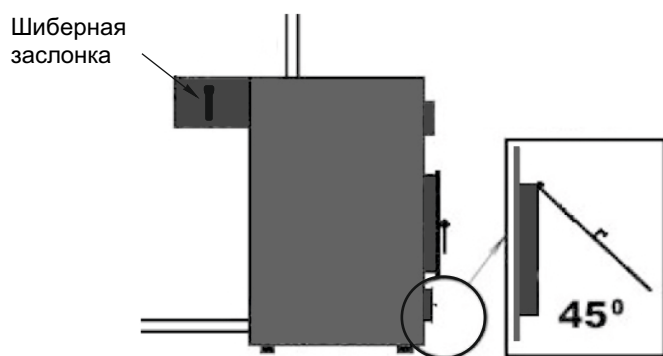
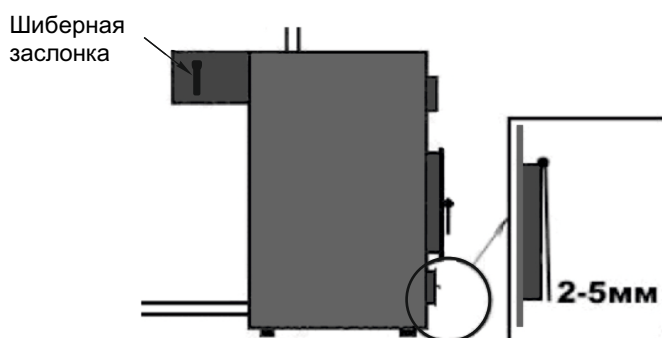

Рисунок 11
Рисунок 13
- после того, как воздух в отапливаемом помещении нагреется, прикрыть дверцу регулировки подачи воздуха, оставив воздушный зазор примерно — 2-5 мм (рис. 13), закрыть на половину заслонку в дымоотводящем патрубке (если шибер шторный, то выдвинуть его до риски на шторке). Таким образом будет обеспечена правильная работа котла и соответственно максимально эффективный, экономичный, комфортный режим работы, не требующий дополнительной регулировки до тех пор, пока в топке не останется топлива менее десятой части от полной загрузки;
- если доложено больше топлива, чем находится в топке, более чем в три раза, то необходимо приоткрыть дверцу регулировки подачи воздуха под 30-45 градусов относительно вертикали (рис. 11) на 5-10 минут, пока не займется дымом, не начнет тлеть вновь заложенное топливо (чем влажнее топливо — тем дольше), после чего необходимо вернуть дверцу регулировки подачи воздуха в положение 2-5 мм зазора (рис. 13);